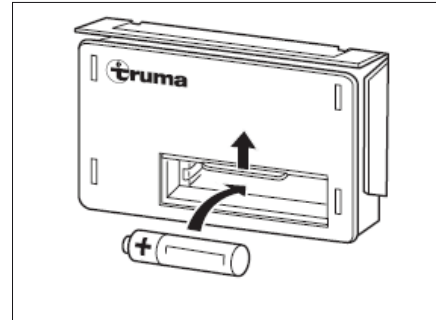

Bild 103 Batteriewechsel
- Die Abdeckung des Batteriefachs am Zündautomaten (Bild 103) nach oben schieben.
- Eine neue Batterie gleichen Typs polrichtig (+/-) in das Batteriefach des Zündautomaten einsetzen (Bild 103). Nur temperaturbeständige (+70 °C) und auslaufsichere Mignon-Batterien verwenden.